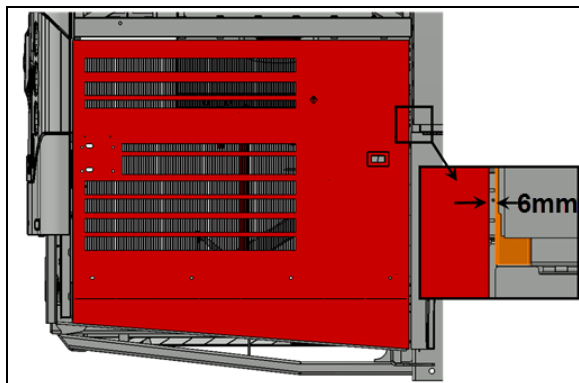

FIGURE 114:
5. Vérifier le jeu entre la porte et l'aile arrière au niveau du bras supérieur de la porte. Le jeu devait être $1/4''$ (6 mm) (Figure 114:).